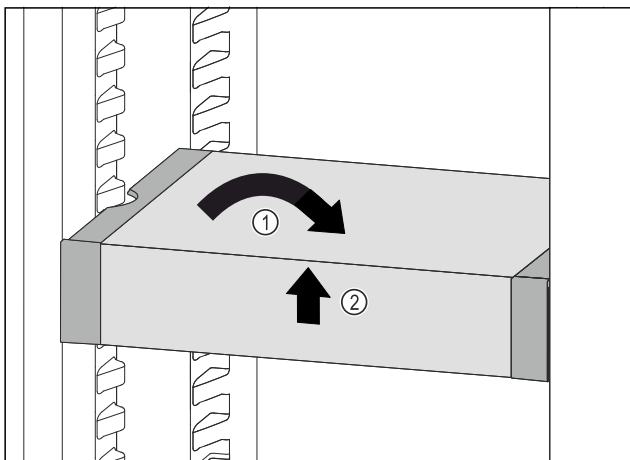

Fig. 79
- Remettre le VarioSafe droit. Fig. 79 (1)
- Soulever la partie avant du VarioSafe. Fig. 79 (2)